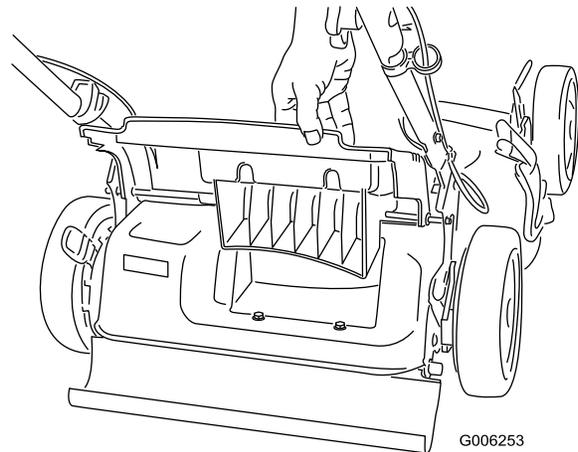

Bild 18
1. Heben Sie die hintere Klappe an und halten Sie sie hoch (Bild 18).